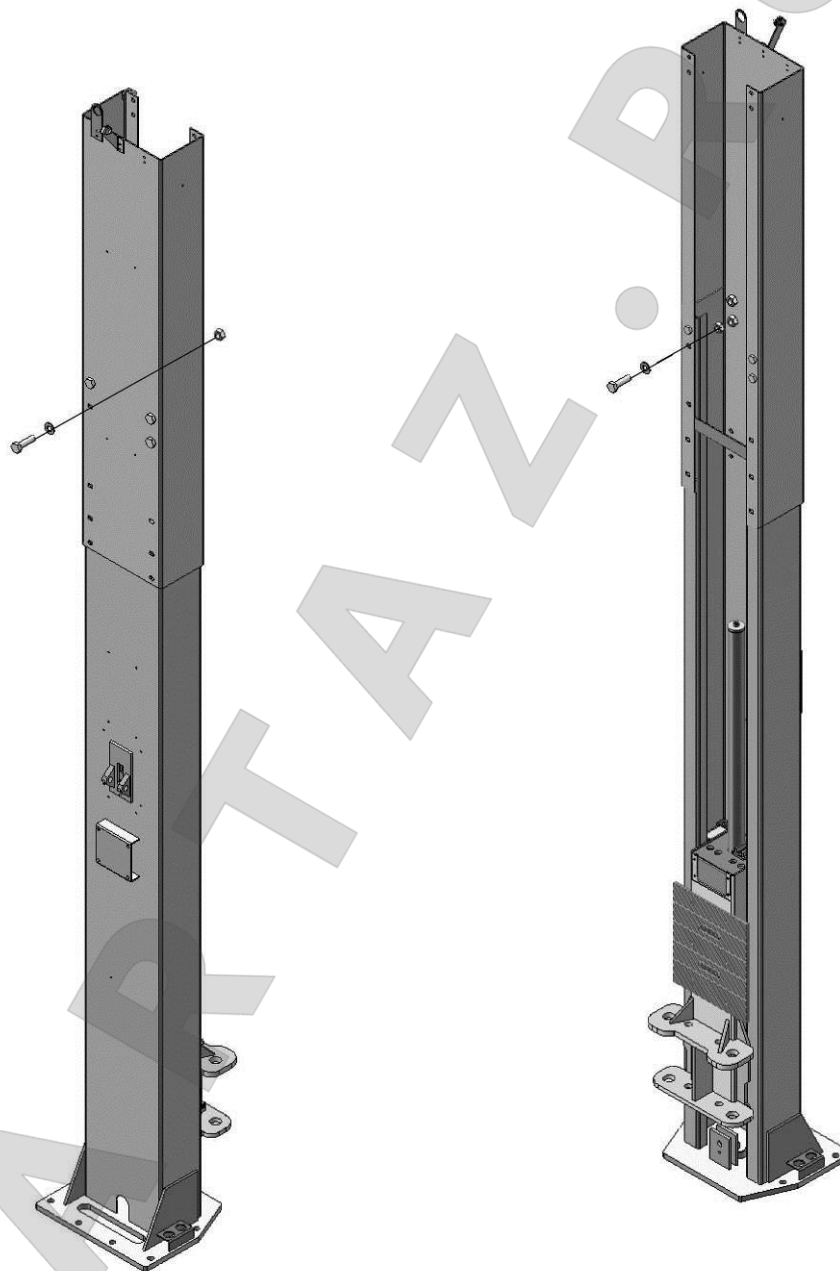

Рис.21
3. При установке крепежа на высоту меньшую 4250мм, закрепите внешнюю колонну на верхние отверстия. Для этого вам потребуется другой трос. (опция) (см. рис. 21)